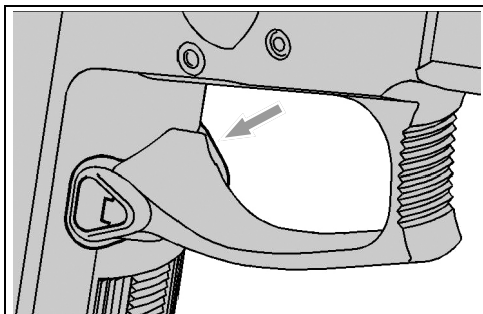

Fig. 5. Presionar el retén del cargador (Ilustración sin gatillo)
1. Presionar el retén del cargador **24** de tal manera que sobresalga el mismo por el lado opuesto (véase Fig. 5).